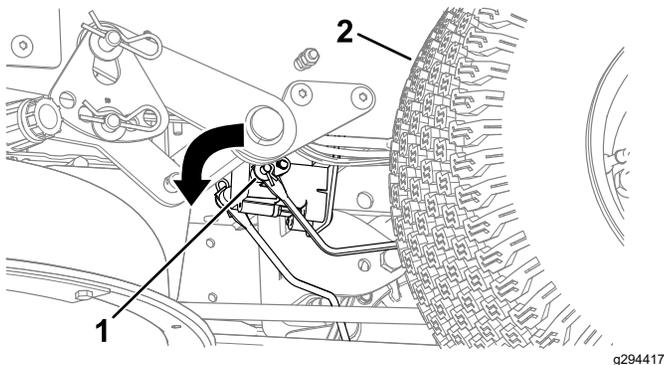

Figura 54
4. Localizați la frâna electrică arborele la care sunt conectate braele de cuplare (Figura 54).
5. Rotii arborele spre față pentru a elibera frâna, așa cum este ilustrat în Figura 54.